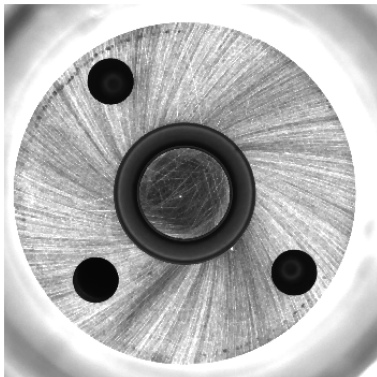
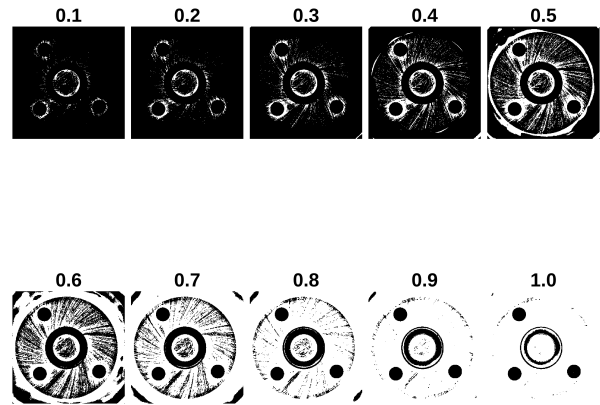

Figura 4. Imagem após aplicação de filtro de *closing*
Figura 5. Imagem após aplicação de filtro de *closing*
2) *Filtrar a imagem*: esta seção de código descreve as etapas para pré-processamento da imagem, utilizando filtros. No código apresentado, primeiramente foi construído o elemento "se" em formato de disco por meio da função *strel* para aplicação do filtro. Posteriormente, o elemento "se" foi utilizado em um filtro de *closing*, produzindo a imagem ilustrada na Figura 4. Por fim, foi criado um laço *for* para avaliar qual melhor valor de sensibilidade para binarização da imagem. A Figura 5 ilustra as imagens obtidas com os diferentes valores de sensibilidade.